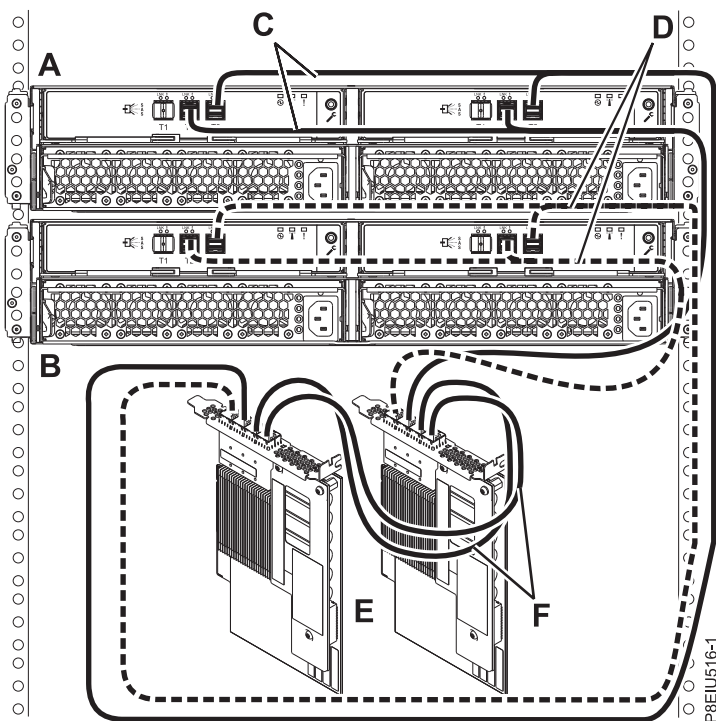

Рисунок 16. Подключение двух корпусов хранения ESLL или ESLS с помощью кабелей YO12 к паре адаптеров SAS FC EJ0L или FC EJ14, соединенных кабелями AA (режим 1)
16. Подключите два корпуса (**A и B**) с помощью кабелей YO12 (**C и D**) к паре адаптеров SAS FC EJ0L или FC EJ14 (**E**), соединенных кабелями AA (**F**), в режиме 1 (см. рис. 16 на стр. 17) и перейдите к разделу “Подключение кабелей данных, кабелей питания и установка крышек” на стр. 21.